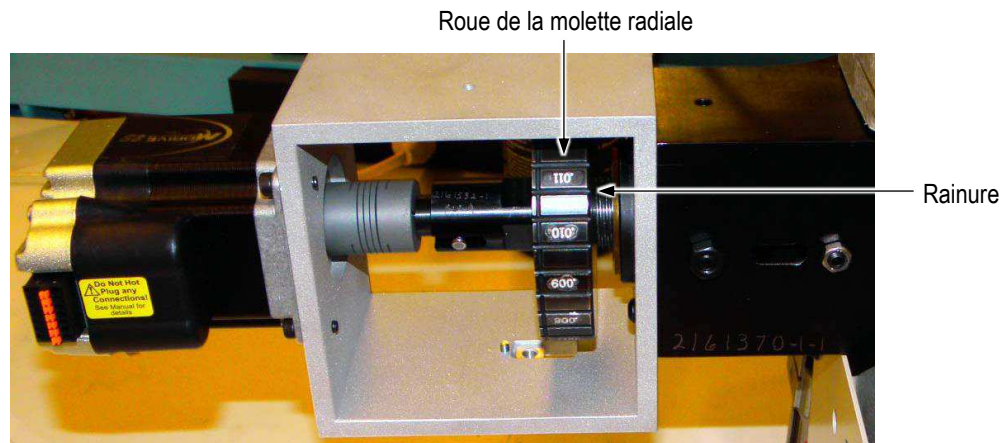

Figure 17
- L'alignement de la ligne verticale de la plaque indicatrice par rapport à la rainure radiale de la roue à molette et de la ligne horizontale de la plaque indicatrice par rapport à la rainure axiale de la roue à molette zéro produira une hauteur de sertissage maximale pour tous les produits (voir Figure 17).